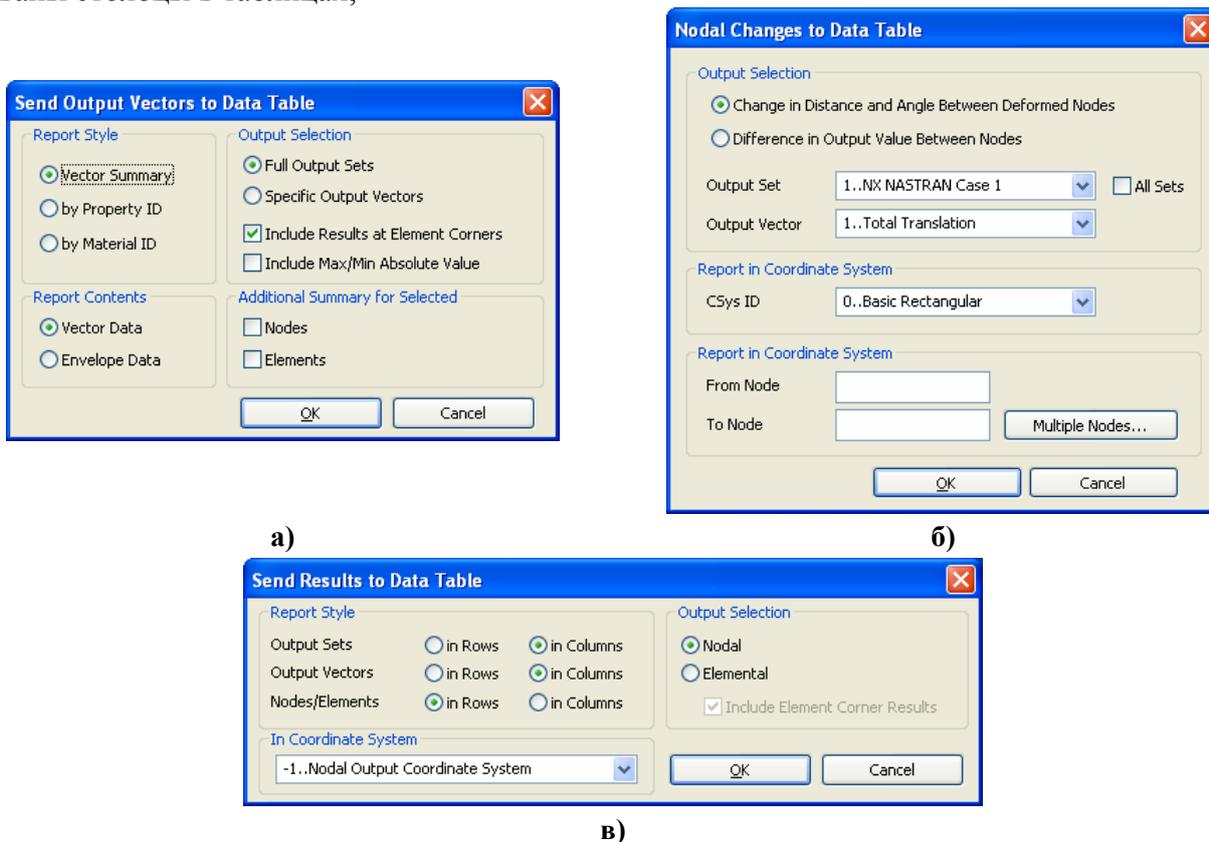

Рис.9.24. Диалоговые панели создания отчета в виде таблицы данных результатов анализа:
- **Summary to Data Table...** (отчет в виде таблицы данных). Должна быть активна панель „Data Table”, см. Раздел 1.3. На появившейся диалоговой панели (см. рис.9.24-а) в секции „Report Style” (стиль отчета) выбирается „Vector Summary” (векторный – одна строка для каждого выбранного вектора вывода), „by Property ID” или „by Material ID” – одна строка для каждого выбранного (не узлового) вектора вывода и указанного **Property** или **Material** (для выбора последних появятся соответствующие диалоги выбора). В секции „Report Contents” (информационное наполнение отчета) выбирается „Vector Data” (значения максимума/минимума для каждого вектора) или „Envelope Data” (значения максимума/минимума для каждого вектора, но с учетом „окружения”). В секции „Output Selection” указывается, какие выходные данные будут выбираться: „Full Output Sets” (все выходные наборы), „Specific Output Vectors” (определенные векторы набора, выбираемые на панели, что появится после команды „OK” и почти совпадает с изображенной на рис.9.4-в панелью, за исключением наличия опции „Select Similar Layer/Ply/Corner Vectors”, которая указывает на гарантирование выбора всех подобных отмеченным векторов). Опция „Include Results at Element Corners” указывает на необходимость включения в вывод результатов из углов КЭ, а опция „Include Max/Min Absolute Value” – создания дополнительных столбцов с максимальными/минимальными абсолютными значениями. В секции „Additional Summary for Selected” можно установить опции „Nodes” и/или „Elements”, тогда дополнительно к выбранным объектам можно будет выбрать узлы и/или КЭ, для которых также будут сформированы столбцы в таблицах;
- **Result to Data Table...** – позволяет быстро сформировать таблицу данных из результатов расчетов, в соответствии с выбранным в секции „Report Style” (см. рис.9.24-в) стилем: „Output Sets” (набор), „Output Vectors” (вектор) или „Nodes/Elements” (узлы/элементы), причем хотя бы один из них должен быть „in rows” (в строках) или „in columns” (в колон-